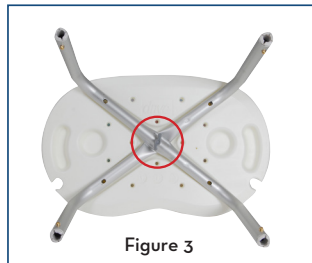

Figure 3
4. Fixez en place à travers le trou central à l'aide d'une vis de pouce SMALL (A) (figure 3).